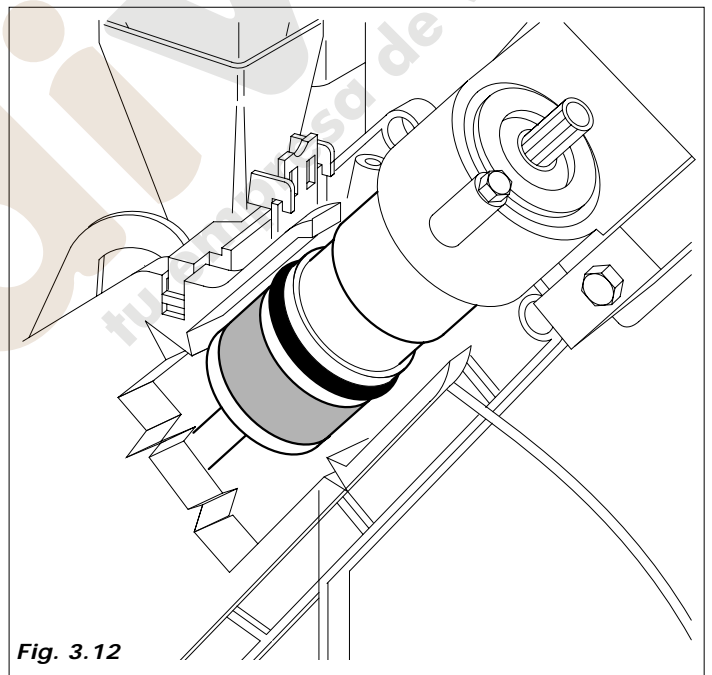

Fig. 3.12
- Se activa el motorreductor del grupo de café hasta llegar a la posición de erogación, lo que provoca el prensado de la pastilla (Fig. 3.12).